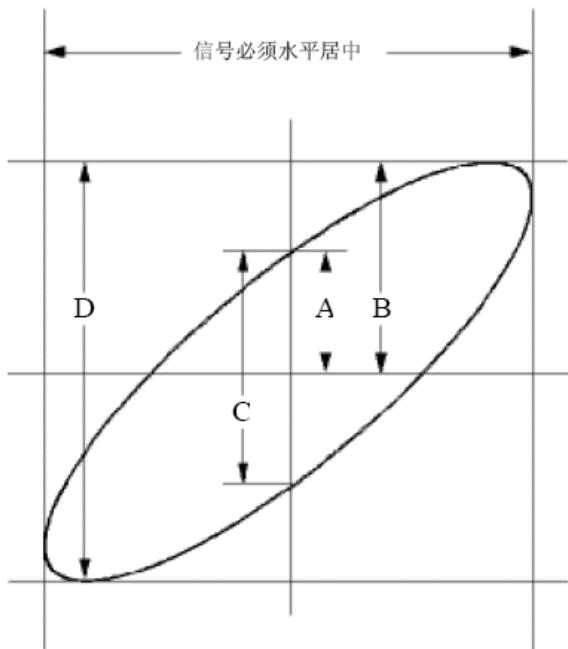

图 9-6：李沙育 (Lissajous) 图形
- (1) 将探头菜单衰减系数设定为 **10X**，并将探头上的开关设定为 **10X**（参见P12 的“如何进行探头衰减系数设定”）。
- (2) 将通道1的探头连接至网络的输入，将通道2的探头连接至网络的输出。
- (3) 通过按 **CH1键 ~ CH4键**，打开CH1和CH2，关闭CH3和CH4。
- (4) 按下 **自动设置** 按键，示波器把两个通道的信号显示在屏幕中。
- (5) 按**CH1键**选中CH1通道，调整 **垂直档位** 旋钮；然后按**CH2键**选中CH2通道，调整 **垂直档位** 旋钮，使两路信号显示的幅度大约相等。
- (6) 按 **显示** 面板按键，调出显示设置菜单。
- (7) 在下方菜单中选择 **XY模式**，在右侧菜单中选择 **使能** 为 **开启**，示波器将以
- (8) 调整 垂直档位、垂直位移 旋钮使波形达到最佳效果。
- (9) 应用椭圆示波图形法观测并计算出相位差。见图 9-6。